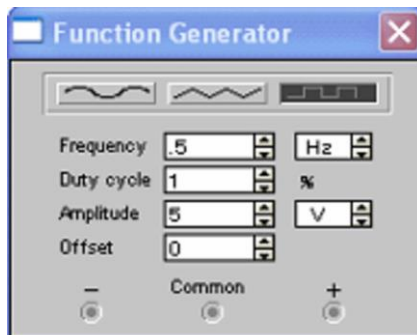

Рис. 5 – Настройка функционального генератора
4. Настроить функциональный генератор (рис. 5).